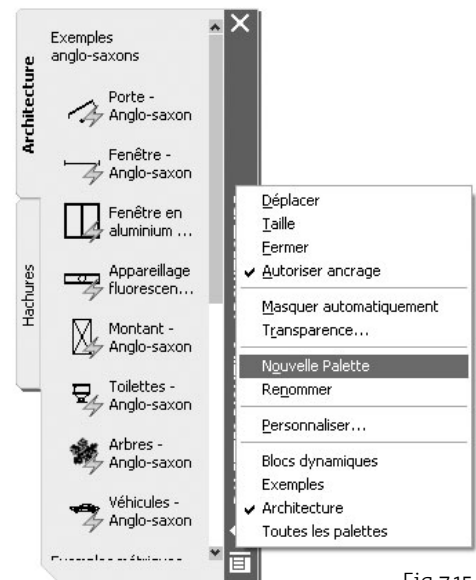

Fig.7.15
- 2 Effectuer un clic droit sur la barre verticale bleue de la palette et sélectionner l'option **Nouvelle palette** (New palette) (fig.7.15).